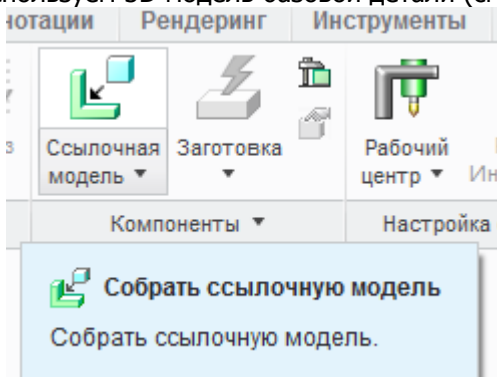

Рисунок 3 – Кнопка «Ссылочная модель»
3. Нажмите кнопку «Ссылочная модель» (рис. 3) и выберите 3D-модель детали. Для примера создания управляющей программы используем 3D модель базовой детали (см. приложение А).